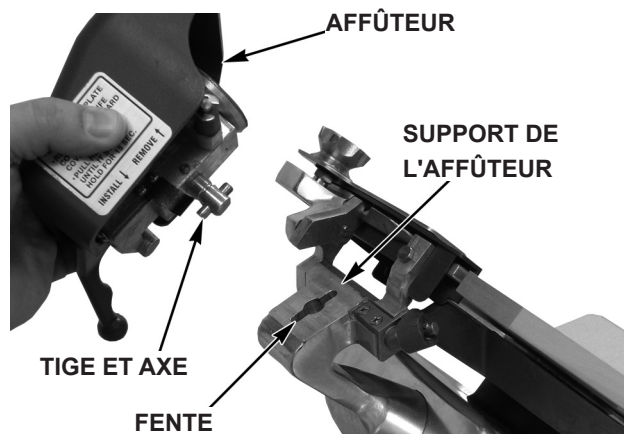

Fig. 6
- L'affûteur (Fig. 6) est monté sur le haut de la trancheuse.